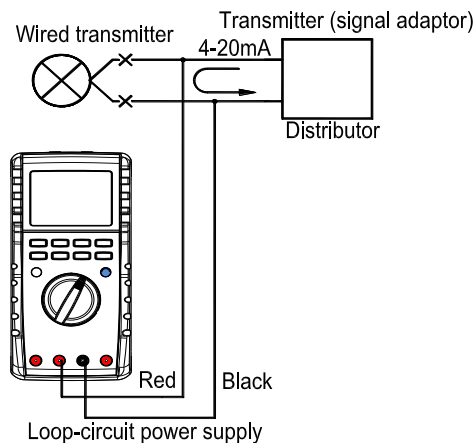

рис. 8
Подключение АКПП-2201A и источника напряжения питания токовой петли к тестируемому датчику или контроллеру (на рис.8 – Transmitter) для имитации (simulate) трансмиттера токовой петли. Режимы имитации задаются как изложено далее в РЭ.
- Подключите щупы соед. проводов к измеряемой цепи (рис.8).